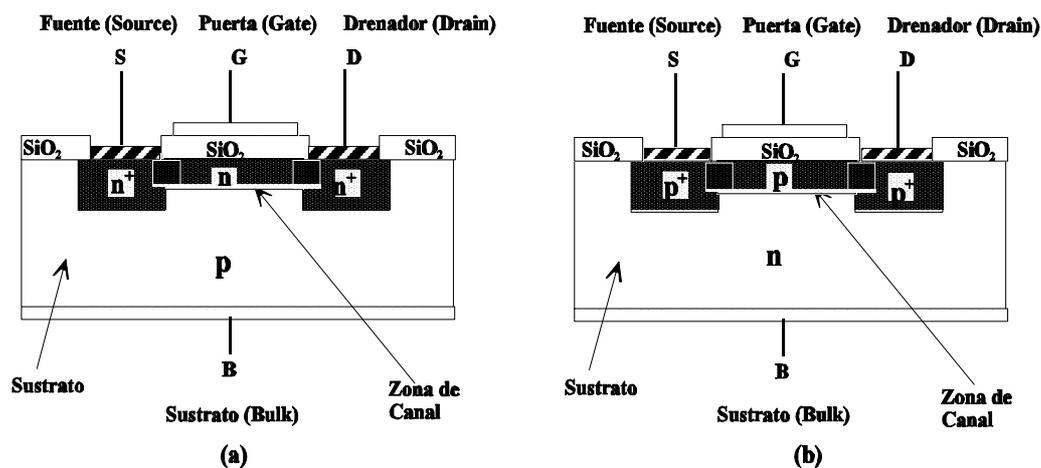

Figura 2.38 Sección transversal de las estructuras MOSFETs de deplexión básicas. (a) MOSFET canal n , (b) MOSFET canal p .
En la figura 2.38 se muestran las secciones transversales de las configuraciones básicas de los transistores MOSFETs de deplexión. La diferencia entre estos transistores y los MOSFET de acumulación, es que en los MOSFET de deplexión en el proceso de fabricación se depositan, bajo la puerta de óxido, impurezas del mismo tipo que el de las "islas" del drenador y fuente. Esto es, en un transistor MOSFET de deplexión canal *n* (figura 2.38.a) entre las islas de drenador y fuente (que son tipo n^+) se crea, durante el proceso de fabricación, un canal de impurezas de tipo *n*. Para el caso de un MOSFET de deplexión canal *p*, el canal que se crea durante el proceso de fabricación es de impurezas de tipo *p* (ver figura 2.38.b). Esto hace que
Obsérvese (figura 2.38) que aquí también existen uniones pn entre drenador (D) y el sustrato (B) al igual que entre fuente (S) y sustrato (B). Para garantizar el correcto funcionamiento del transistor MOSFET se debe garantizar que estas uniones estén polarizadas en inverso.